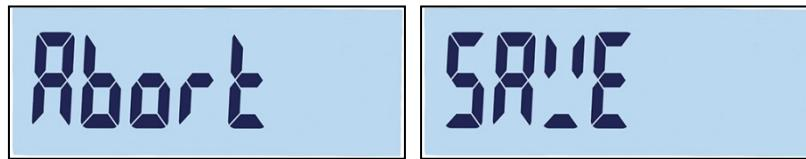

Figura 3-3: Avisos ao sair da configuração
1. Pressione a tecla  ou deixe a  quando estava na raiz da árvore de menu (F1, F2, etc. exibido). Uma mensagem aparecerá perguntando se as alterações devem ser abortadas ou salvas na Figura 3-3.